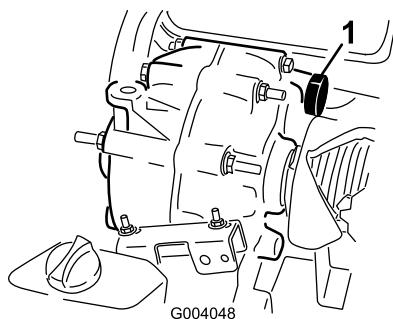

Figura 58
7. Encha o reservatório (Figura 58) através do orifício do tampão de enchimento com aproximadamente 1,4 litros do óleo especificado